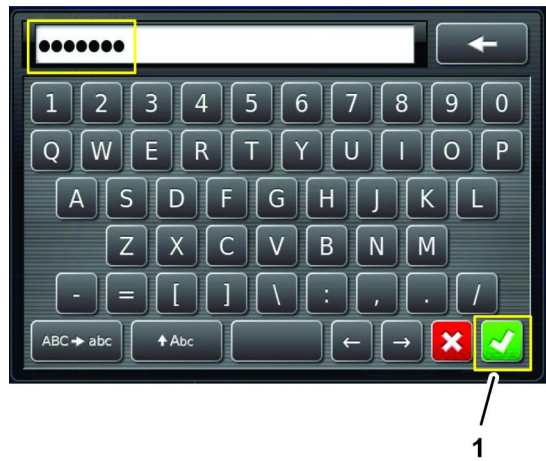

Figure 248
6. Avec le clavier virtuel, saisissez le mot de passe que vous avez reçu à l'étape 1, et appuyez sur l'icône de confirmation (Figure 248).